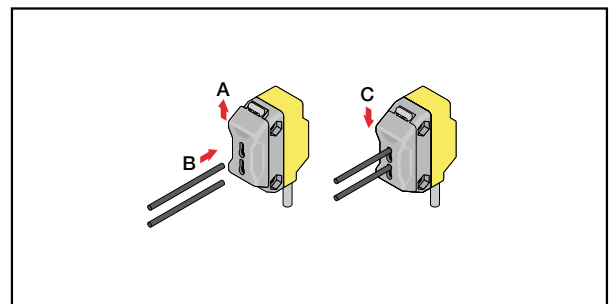

Fig.2 ファイバの装着
- A) Fig.2のように、グリップを引き上げます。コア径0.25mmまたは0.5mmのファイバをご使用の際は、ファイバアダプタをご使用ください。